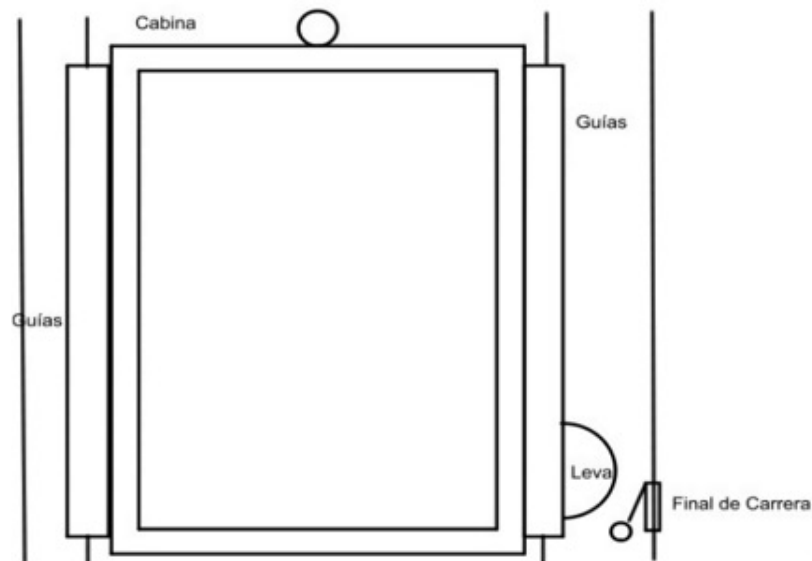

Figura 1. Cabina del Ascensor
9. Cuando el grupo de estudiantes, del colegio mencionado anteriormente, desarrolló el diseño de las piezas del ascensor, encontraron que la cabina no permitía parar en el piso intermedio y esto constituía un problema adicional. Por otra parte, en los pisos extremos se ubicaron finales de carrera en la parte superior e inferior. A partir de esto los estudiantes determinaron la solución mostrada en la Figura 1